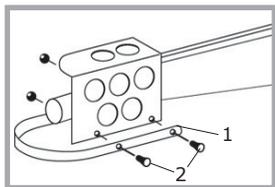

Abb. 1
Vor der Erstinbetriebnahme des Holzspalters müssen die Schutzbügel (1) an die Betätigungsarme angebaut werden (Abb.1). Aus Transportgründen sind diese nur vormontiert, d.h. sie sind mit einer Schraube (2) am Betätigungsarm angeschraubt. Befestigen Sie die Schutzbügel (1) mit je zwei Schrauben (2) am Betätigungsarm (siehe Abb. 1). Ziehen Sie die beiden Schrauben (2) fest an!